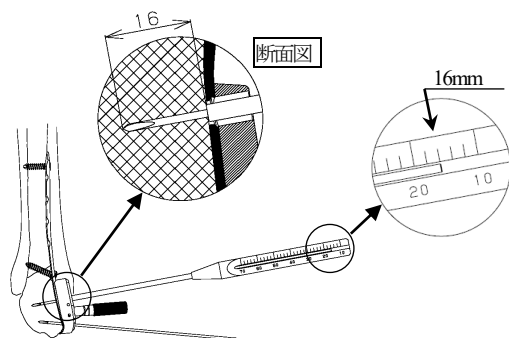

図18
- 5) 2.5 ドリルスリーブ (T) 又は2.5 ドリルガイドを取り外し、13 ガイドピンデプスゲージ先端を骨面に当接させ、骨面からのガイドピン刺入深さを計測します。(図18)